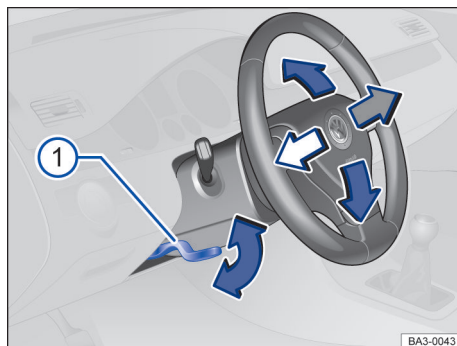

Fig. 64 Embaixo e à esquerda do volante junto com o revestimento da coluna de direção: alavanca de ajuste da posição do volante.
- Empurrar a alavanca para baixo segurando-a pelo seu manípulo → **Fig. 64 1**.